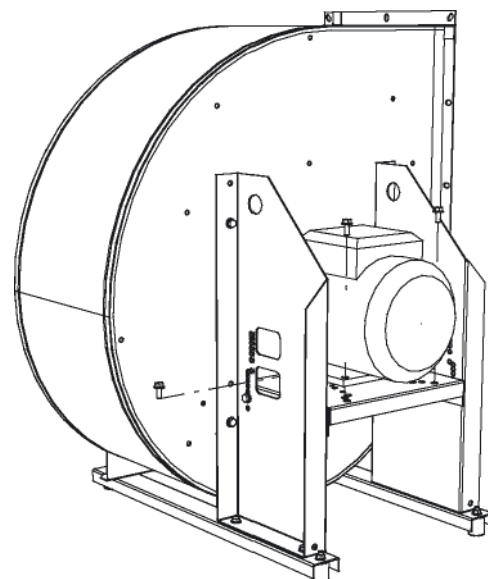

Fig. 4.12 Retire el motor de su plataforma.
- Retire el motor del soporte motor (Fig. 4.12).